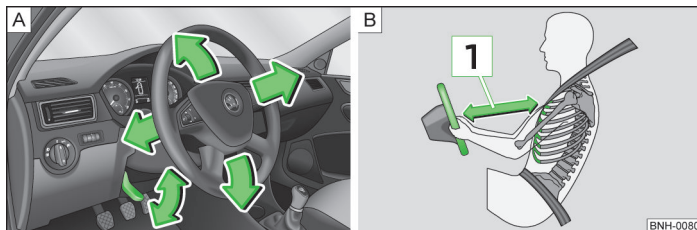

Fig. 62 Volante regulable: Palanca debajo de la columna de dirección/distanciar la columna segura hasta el volante
- Mantener a una distancia mínima de 25 cm hasta el volante 1 » fig. 62 - B » página 70. Si no respeta la distancia mínima, el sistema de airbag no podrá protegerle - ¡Peligro de muerte!
- Girar la palanca situada debajo del volante hacia abajo » fig. 62 - **A**.